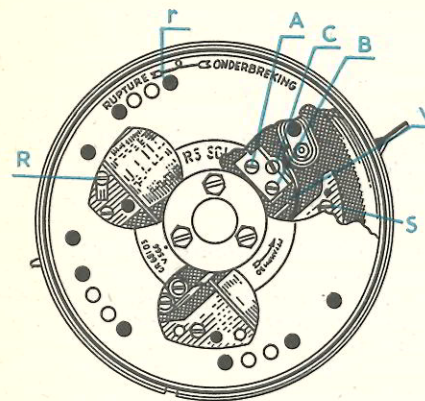

fig. 6
Deze vliegwieldynamo (fig. 6) bestaat uit:
Ter controle van de afstelling van de ontsteking moet men eerst het deksel van de vliegwioldynamo afnemen. Daarna het vliegwiel (R) (zie fig. 6) met de hand draaien (in de normale draairichting, dus naar rechts) tot het pijltje tussen de woorden „Rupture” en „Onderbreking” precies samenvalt met het aangegoten merkstreepje op de rand van de stator (S). Op dit moment moeten de contactpunten (V) juist beginnen van elkaar te gaan. Als dit niet het geval is moet men de schroeven A en B van de contacthouder een halve slag losdraaien en vervolgens de excentriek C draaien tot het punt, waarop de contacten beginnen van elkaar te gaan. Daarna de beide schroeven A en B weer goed vastdraaien.